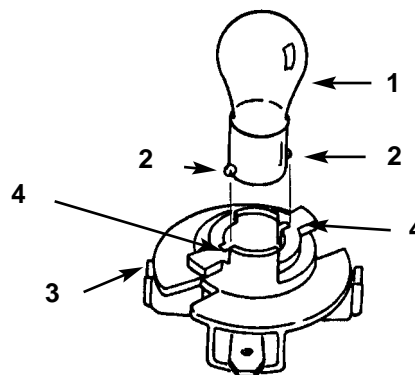

Fig. 19
4. Spingete la lampada e fatela girare in senso antiorario fin quando si ferma (circa 1/4 di giro), quindi toglietela dal portalamпада (Fig. 19).
1. Lo zoccolo della lampada è provvisto di spine metalliche. Allineate le spine con le guide nel portalamпада, ed inserite lo zoccolo nel portalamпада (Fig. 19). Spingete la lampada e giratela in senso orario fin quando non si ferma.